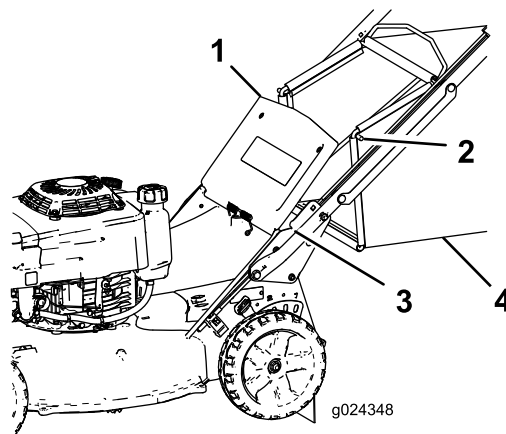

Figura 18
- Ridicați și mențineți ridicat deflectorul spate (Figura 18).
- Instalați capetele tijei sacului în canelurile de la baza mânerului și deplasați sacul înainte și înapoi, pentru a vă asigura că ai fixat capetele tijei sacului pe părțile inferioare ale celor două caneluri (Figura 18).
3. Scoatei tija sacului pentru iarbă din canelurile de la baza mânerului (Figura 18).